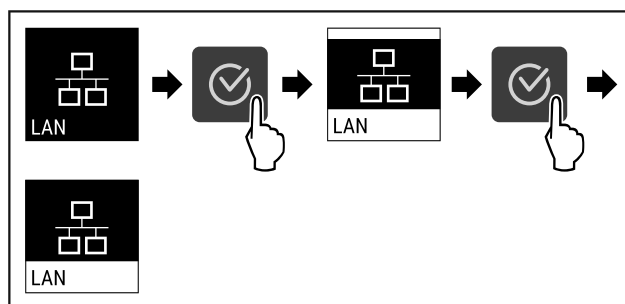

Fig. 91
- ▶ Suivre les étapes (voir Fig. 91).